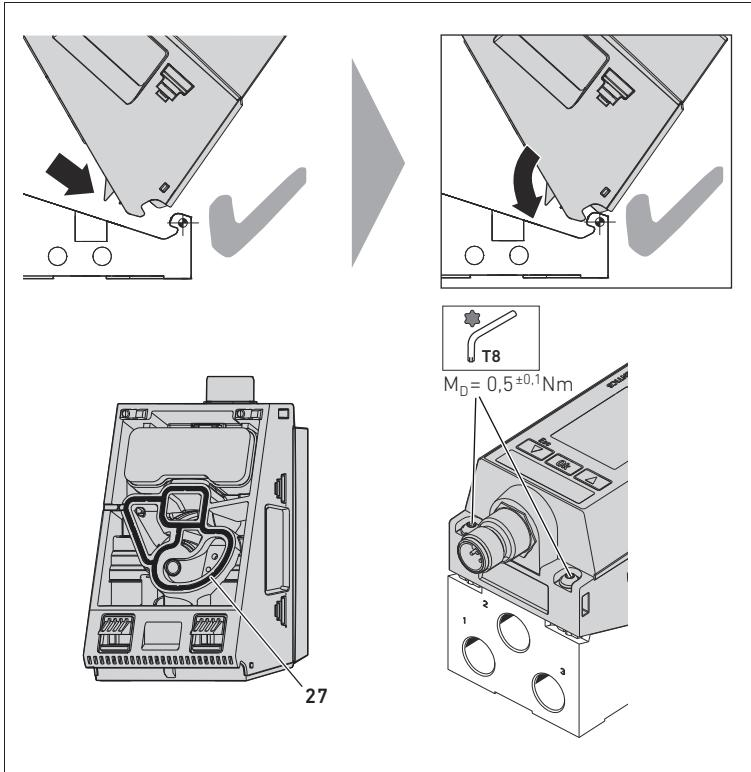

Fig. 9: Montaggio della valvola riduttrice di pressione EV03 sulla piastra base
- Inserire perpendicolarmente l'EV03 sull'asse di rotazione (vedere Fig. 9).
- Abbassare l'EV03 fino a posizionarla sulla piastra base. Controllare che la guarnizione (27) sia posizionata correttamente nella valvola riduttrice di pressione.